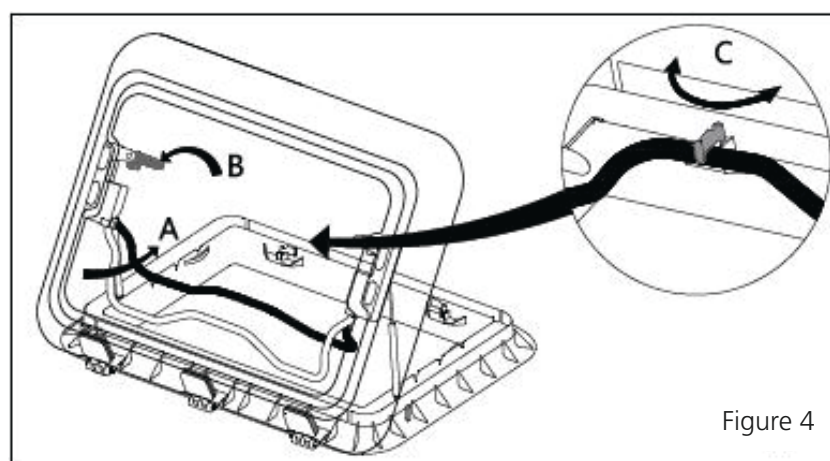

Figure 4
3. Drücken Sie den Hebel in seine ursprüngliche Position zurück (Abbildung 4 C).
3. Öffnen Sie die beiden Schnallen, legen Sie die Zugstange in die Schnallen und befestigen Sie die Zugstange damit (Abbildung 4 C).
3. Repoussez le levier dans sa position initiale (figure 4 C).
3. Ouvrez les deux boucles, placez le timon dans les boucles et fixez le timon à l'aide de celles-ci (Figure 4 C).